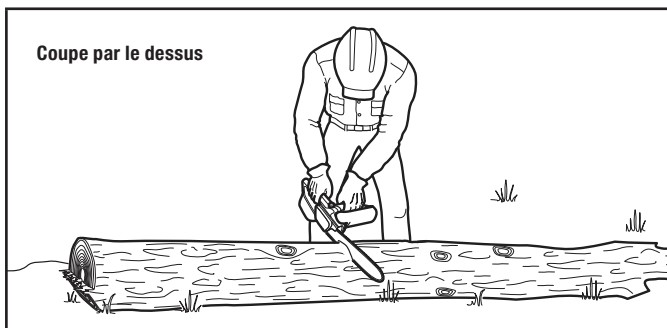

Figure 18
Lorsque les bûches sont supportées sur toute leur longueur, on doit porter une attention particulière pour s'assurer que la scie à chaîne n'entre pas en contact avec le sol ou toute autre structure de soutien (Fig. 18).
1. Commencez sur le dessus de la bille, le bas de la scie appuyé contre le bois (Fig. 18).